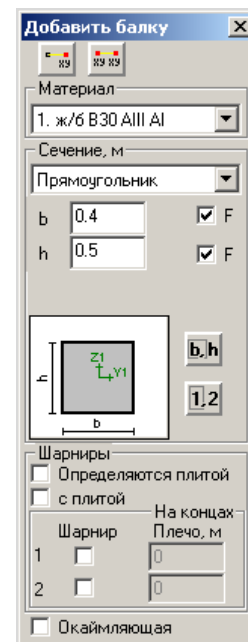

Рис.1.9.1. Окно диалога **Добавить балку**
- В открывшемся окне диалога **Добавить балку** (рис.1.9.1) задайте следующие параметры: